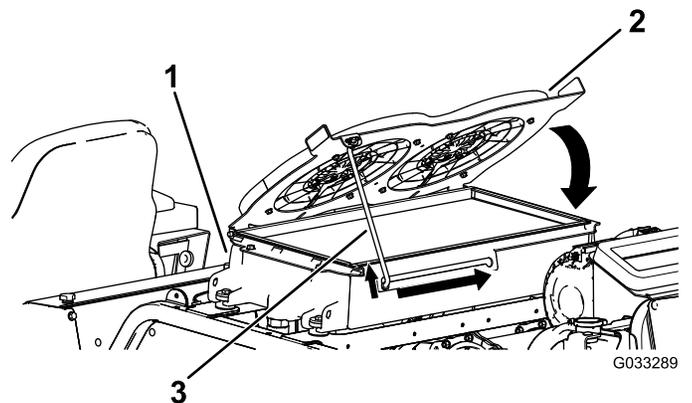

Bild 123
4. Drehen Sie die Hydraulikkühlventilatoren nach unten und arretieren Sie die Stützstange in der Kerbe (Bild 123).